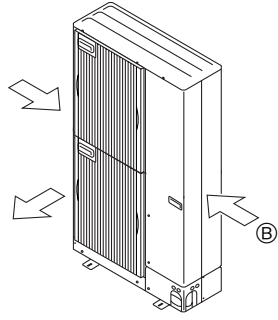

Fig. 2-16
② Cihazın konumunu, mümkünse, hava çıkışından gelen havanın, mevsimsel rüzgarlarının yönüne dik gelmesini sağlayacak şekilde seçin. (Fig. 2-16)